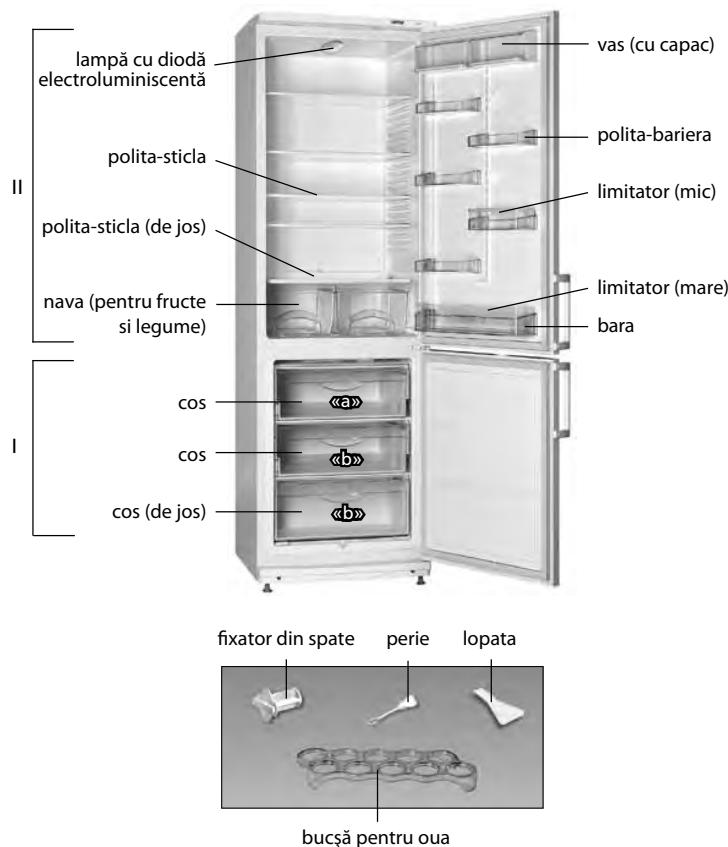

Figura 1 – Frigidier și componente
1.1 Frigidierul în conformitate cu figura 1 este destinat pentru congelarea și depozitarea îndelungată a produselor congelate, pregătirea ghetei alimentare în SC; pentru raciere și păstrarea de scurta durată a produselor alimentare, băuturilor, legumelor și fructelor în SF.
1.3 Pentru iluminarea în frigidier este folosită o lămpă cu diodă electroluminiscentă, în conformitate în figura 1.